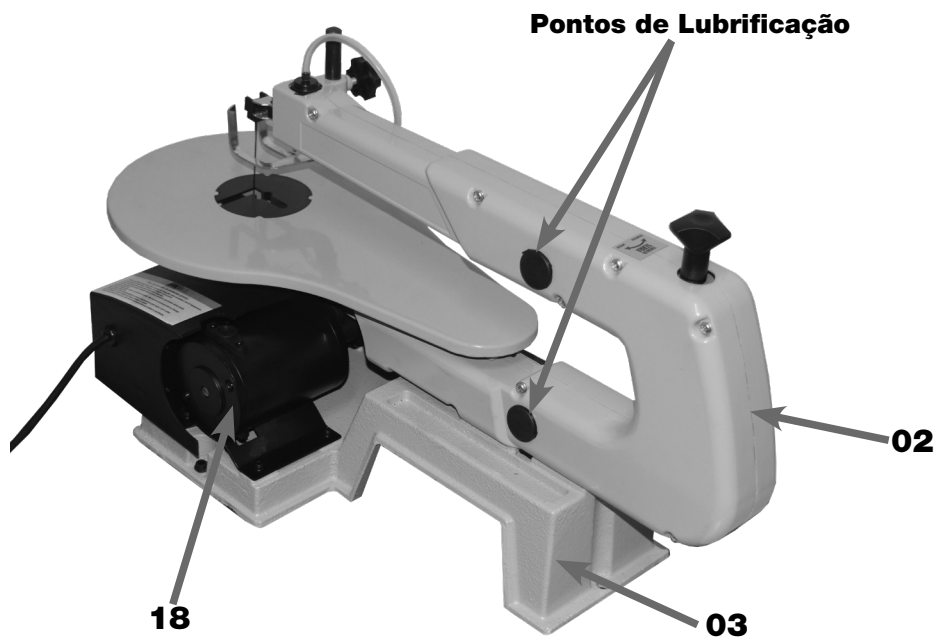

FIGURA 04 – Motor e Pontos de Lubrificação
Na parte traseira da Base (03) se encontra o Motor (18), responsável por movimentar o Braço da Serra (02) (figura 04).
Na parte superior e inferior do Braço da Serra (02) há pontos de lubrificação, 2 pontos do lado esquerdo e 2 pontos do lado direito (figura 04).